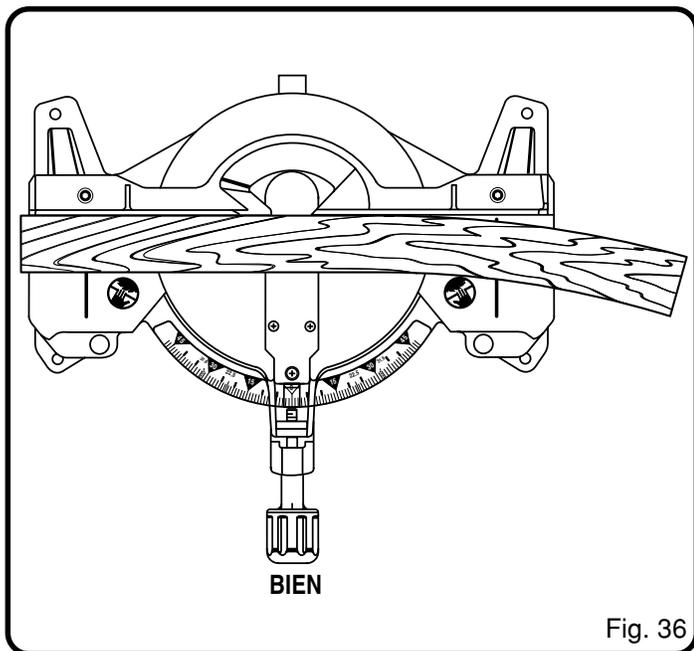

Fig. 36
- Placez la pièce à plat sur la table d'onglet, l'un des bords bien placé contre le guide. Si la pièce est gauchie, placez le côté convexe contre le guide. Si le bord concave de la pièce se trouve contre le guide, la pièce pourrait s'affaisser à la fin de la coupe et coincer la lame. Voir figures 36 et 37.
Voir figures 36 et 37.
Lors de la coupe d'une pièce gauchie, assurez-vous toujours qu'elle est placée sur la table d'onglet, son côté convexe étant contre le guide, comme l'illustre la figure 36.